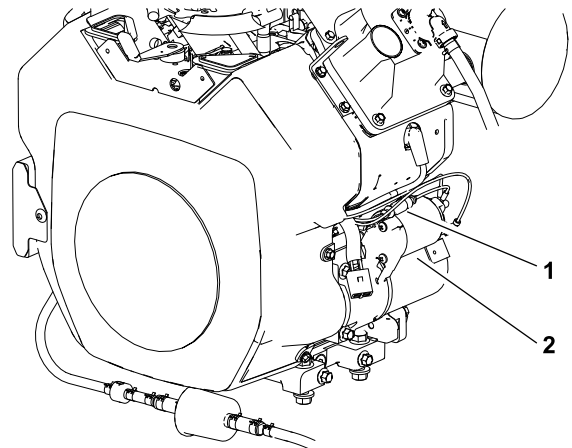

図 41
2. スタータモータの近くにあるインラインヒューズのホルダーエンジン用ワイヤハーネスを開く 図 41。
5. インラインヒューズホルダーを閉じる 図 41。